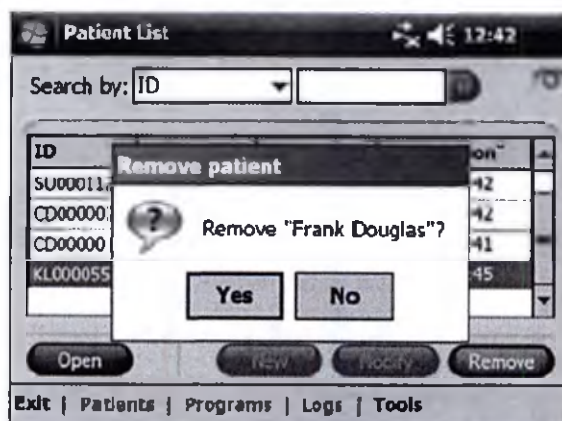

Рис. 8-39 Окно подтверждения удаления пациента
4. Откроется окно подтверждения удаления пациента. См. рисунок 8-39. Нажмите Yes.